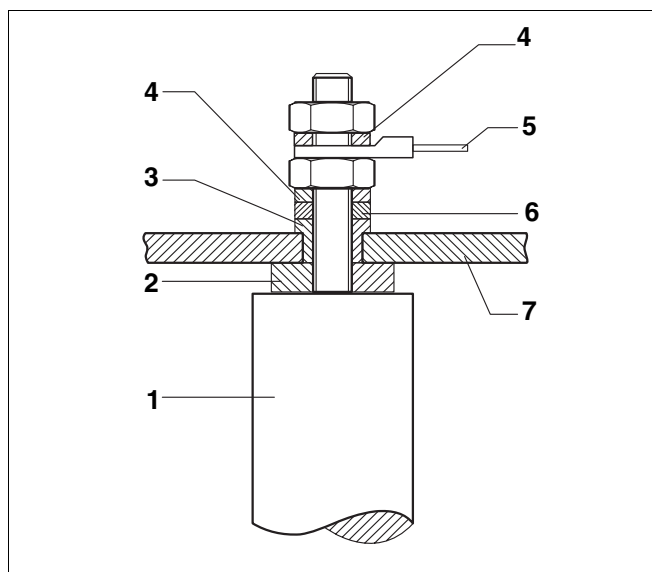

Рис. 10 Установка магниевых анодов
- Вывернуть болты из крышки смотрового люка, снять крышку люка вместе с магниевым анодом и проверить износ анода (рис. 10).
- Установить новое уплотнение магниевых анодов (рис. 10).